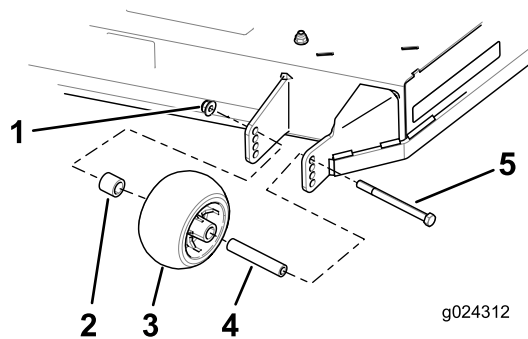

Bild 25
3. Entfernen Sie die Bundmutter, die Antiskalpierrolle und die Schraube von der Halterung (Bild 25).
4. Fluchten Sie die Schraube und Antiskalpierrolle im Loch in der Halterung aus, das der Schnitthöhe am besten entspricht (Bild 25).
5. Stecken Sie die Schraube in das Halterungsloch und befestigen Sie die Schraube und Antiskalpierrolle mit der Bundmutter (Bild 25).